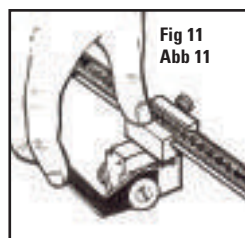

Fig 11
7. En utilisant l'index, soulever le levier progressif vers le haut d'un échelon ou d'un déclic (Fig 11). Ceci règle la lame dans la première position de coupe.
7. Utilizando su dedo índice, levante la palanca de pasos hacia arriba un paso o un clic Fig 11. Esto ajusta la cuchilla en su primera posición de corte.
7. Drücken Sie den Stufenhebel mit Ihrem Zeigefinger nach oben, bis er leicht einrastet (Abb. 11). Die Klinge befindet sich nun in der ersten Schneidposition.